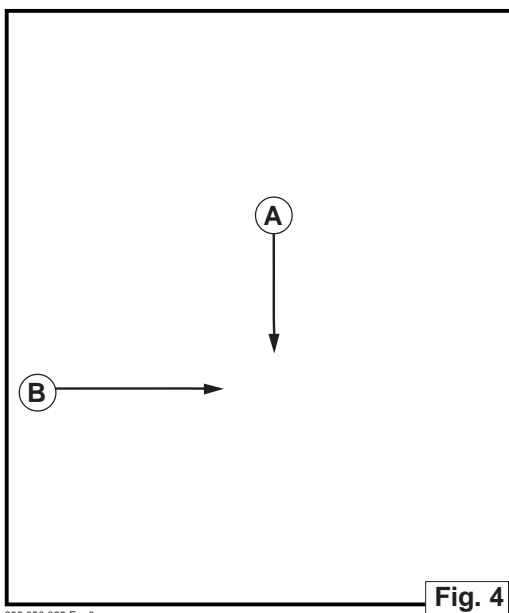

Fig. 4
6.3. FUNZIONAMENTO FINECORSA (fig. 4)
6.3. LIMIT SWITCH OPERATION (fig. 4)
7.4. RIDUTTORE MVF - MANUTENZIONE (fig.4)
7.4. MVF REDUCTION UNIT - MAINTENANCE (fig.4)